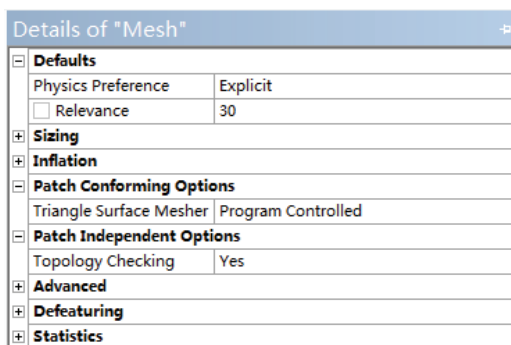

图 15-10 网格控制
1) 选择 Mechanical 界面左侧 Outline 树结构图中的 Mesh 选项, 此时可在 Details of “Mesh” 细节窗口中修改网格参数 Relevance 为 30, 如图 15-10 所示。